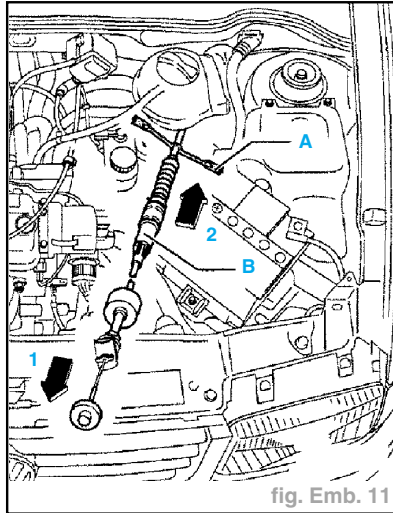

fig. Emb. 11
- Accrocher l'attache (A) (fig. Emb. 11).
- Tirer l'embout du câble dans le sens de la flèche (1) et le maintenir, tout en faisant aller et venir plusieurs fois la gaine du câble avec le mécanisme de rattrapage (B) jusqu'à ce qu'il puisse être comprimé contre la paroi (sens de la flèche (2)).